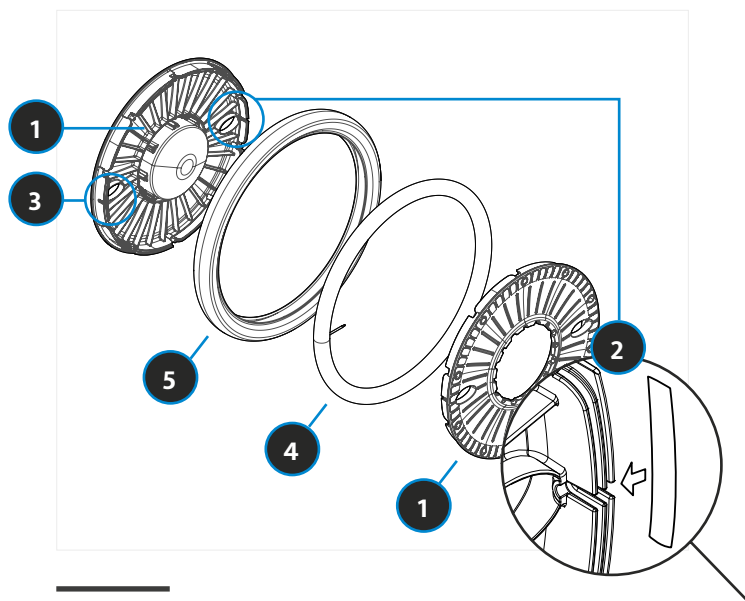

BILD 61 KONTROLLE KLEBEBANDABDICHTUNG
► Kontrolle: Klebeband auf der gegenüberliegenden Seite der Felge (nicht beim Ventil) überprüfen! (Siehe Bild 61)